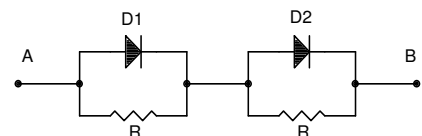

fig. 7 Diodi connessi in serie
b) La mancata equiripartizione della tensione inversa fra i due diodi può provocare il danneggiamento per superamento del breakdown, della giunzione che assicura l'apertura del circuito con minor corrente inversa (ipotizziamo per un attimo che si tratti di D1) e il conseguente e successivo danneggiamento di D2 che a seguito del corto circuito su D1 sarebbe di fatto sottoposto all'intera tensione inversa del circuito. Sorge perciò la necessità di modificare il circuito al fine di garantire una ripartizione quanto più equilibrata possibile di tensione inversa fra i due diodi D1 e D2. Come indicato in fig. 7 si connette in parallelo a ciascun diodo una resistenza R di valore molto elevato dimensionata con il criterio che il partitore resistivo non deve essere apprezzabilmente caricato dalla corrente inversa che percorre i diodi.